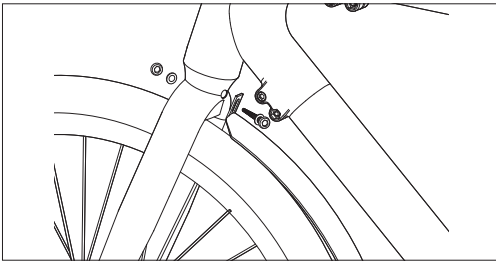

Рисунок 5-1
- Після вирівнювання крила з отвором для гвинта, знову затягніть монтажні гвинти, щоб прикріпити його до передньої вилки, як показано на [Рисунок 5-1].